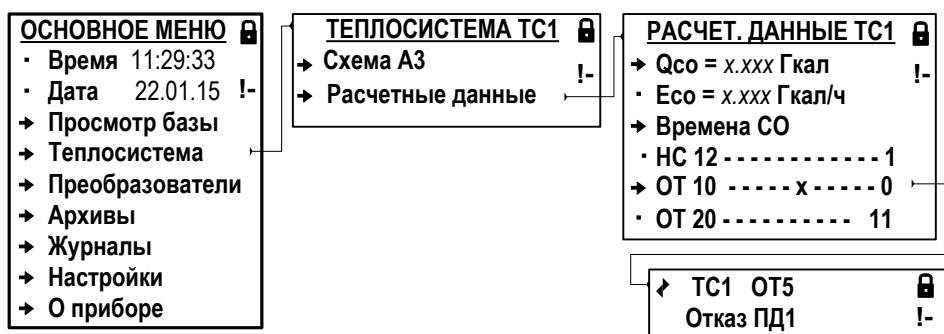

Рис.39. Вид окон индикации отказов датчиков и НС в расчетной тепло-системе (режим РАБОТА).
7.6.5.2. В режиме РАБОТА просмотр зафиксированных отказов (НС) возможен в меню **Теплосистема / Расчетные данные** (рис.39):